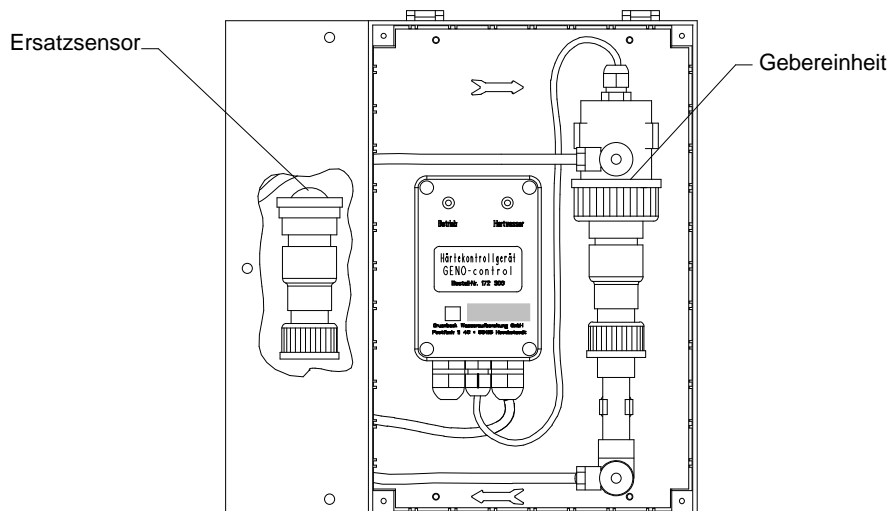

Abb. 2: GENO-control Ersatzsensor
- Verschraubungen öffnen, Sensor austauschen (Ersatzsensor siehe Abb. 2).